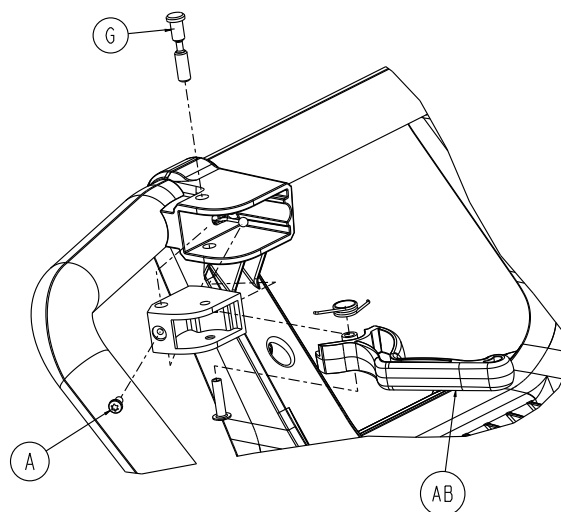

Figure 30 –
22. À l'aide d'une clé Torx T20, desserrer (ne pas retirer) la vis de taraudage à tête cylindrique (A), puis retirer la broche de pivot de déblocage manuel (G) de l'ensemble de poignée de déblocage rapide (AB) (Figure 30).